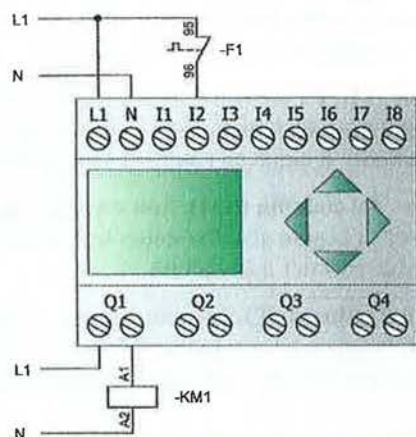

Figura 10.47. Contacto del relé térmico conectado como entrada.
- Conectado como entrada (Figura 10.47). El contacto del relé se lleva a una entrada del autómata.